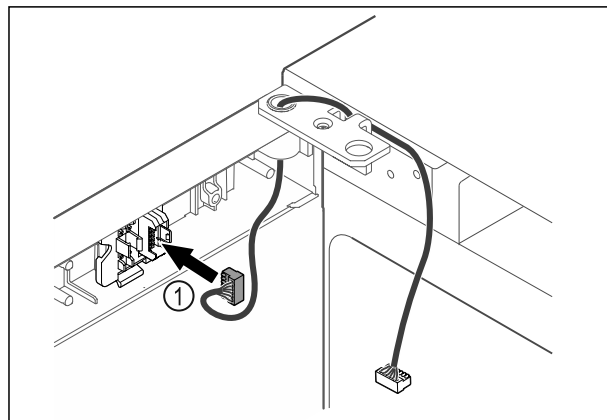

Fig. 59
- ▶ Introduceți fișa Fig. 59 (1) în suportul fișei.